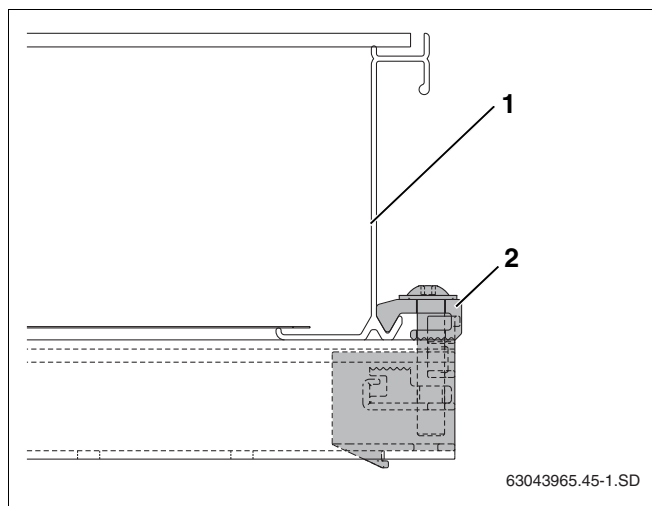

Fig. 44 Tensor de colector unilateral rosçado
- ▶ Deslocar cuidadosamente o colector (fig. 44, **item 1**) para o tensor de colector unilateral e alinhar na horizontal.
- ▶ Aparafusar o retentor de colector unilateral com a chave SW5 (fig. 44, **item 2**).
O dispositivo fixador (fig. 44, **item 2**) agarra agora o canto inferior do colector.